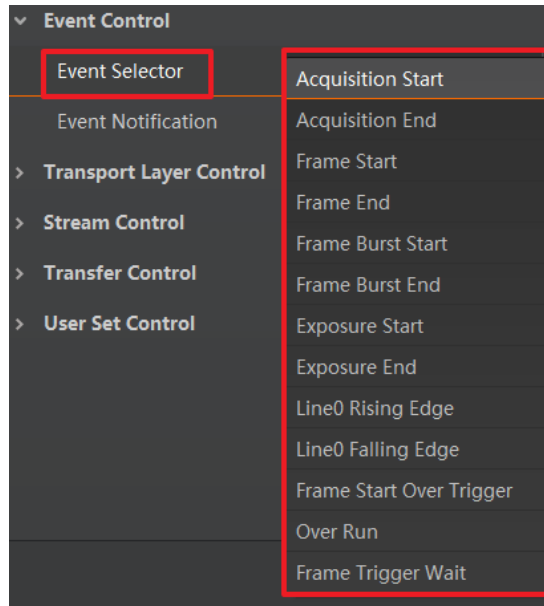

图8-5 选择需要查看的事件
- 展开 *Event Control* 属性，在 *Event Selector* 下拉框处选择需要查看的事件，如图 8-5 所示。